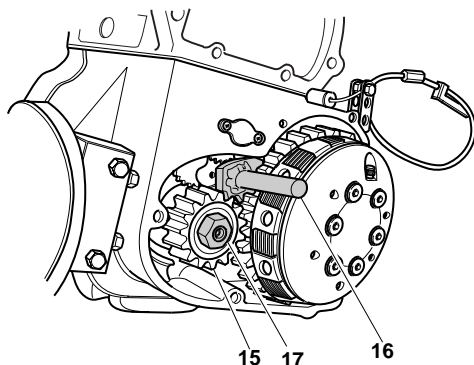
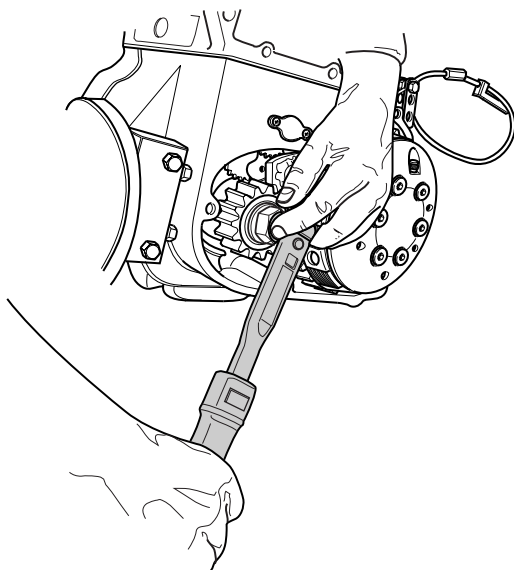

Fig.61
Fig.62
11. Introdurre l'ingranaggio sull'albero motore "15" (Fig.61) aiutandosi con un martello in plastica per facilitarne l'ingresso in sede.
13. Bloccare con l'attrezzo "16" (Fig. 61) gli ingranaggi primari: avvitare manualmente il dado "17" (Fig.61) dell'albero motore utilizzando della **Loctite** frenafili di **Tipo medio 243**.
14. Serrare il dado "17" (Fig.61) con l'utilizzo di chiave dinamometrica tarata a **7 Kg*m**, come illustrato in fig. 62.
15. Rimuovere l'attrezzo "16" (Fig.61).
11. Introducing gear on crankshaft "15" (Fig. 61) helping with a hammer in plastic for facilitating entrance in seat.
13. Tightening with tool "16" (Fig. 61) the primaries gears: manually screwing the nut "17" (Fig. 61) of crankshaft utilizing some **Loctite of middle type 243**.
14. Tightning "17" (Fig. 61) with use of torque wrench tared at **7 Kg*m** how illustrated in figure 62.
15. Removing tool "16" (Fig. 61).
11. Das Zahnrad an die Antriebswelle "15" (Abb. 61) anbringen mit der Hilfe eines Plastikhammers um das Zahnrad leicht in seinen Sitz einzusetzen.
13. Durch Gerät "16" (Abb. 61) die Hauptzahnräder blockieren: Mutter "17" (Abb. 61) des Antriebsmotors von Hand eindrehen: zu diesem **Zweck Loctite (Mittelart 243)** benutzen.
14. Mutter "17" (Abb. 61) durch den Mmentenschlüssel, der auf **7 kg*m**. geeicht ist, festziehen: siehe Abb.62.
15. Gerät "16" (Abb.61) entfernen.
11. Monter l'engrenage sur le vilebrequin "15" (Fig. 61) en utilisant un mar-teau en plastique pour faciliter l'entrée en siège.
13. Par l'outil "16" (Fig. 61) bloquer les engrenages primaires; visser manuellement l'écrou "17" (Fig. 61) du vilebrequin en utilisant **Loctite Type moyen 243**.
14. Serrer l'écrou "17" (Fig. 61) par la clef dynamométrique réglée à **7kg*m**. voir fig.62.
15 Enlever l'outil "16" (Fig. 61).